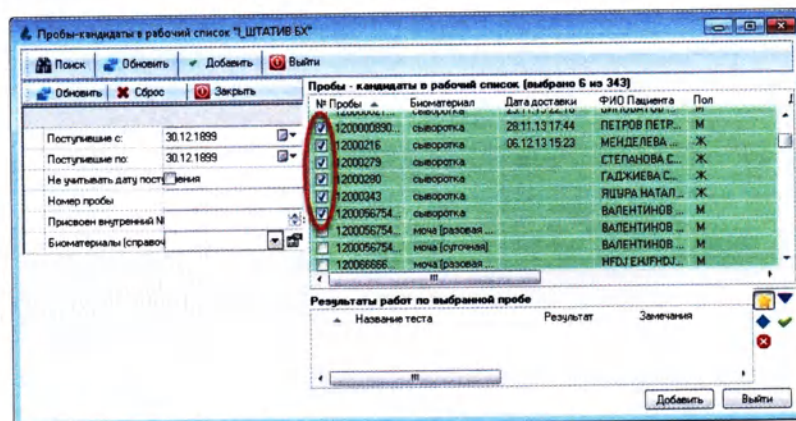

Рисунок 6.20
3. Выберите пробы из списка (Рисунок 6.20):